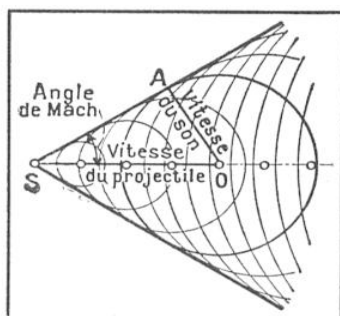

FIG. 2. — SCHÉMA MONTRANT COMMENT PREND NAISSANCE, A L'AVANT D'UN PROJECTILE, UNE ONDE DE CHOC. Voir l'explication dans le texte.
La figure 2 montre comment prend naissance, à l'avant d'un projectile, une telle onde de choc (1). Elle limite la partie